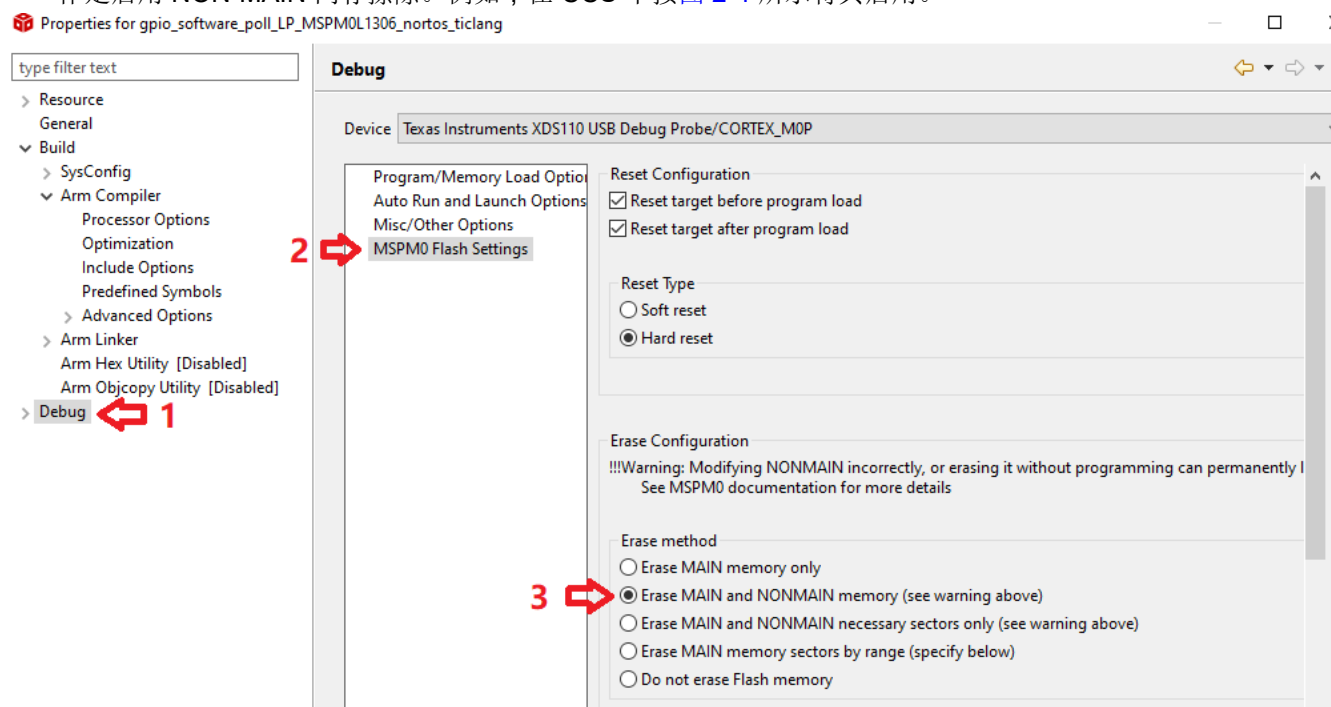

图 2-4. 启用 NON-MAIN 闪存擦除
3. 在 Code Composer Studio™ (CCS)、IAR 或 Keil 中构建工程，然后将代码下载到闪存中。下载映像的重要操作是启用 NON-MAIN 闪存擦除。例如，在 CCS 中按图 2-4 所示将其启用。